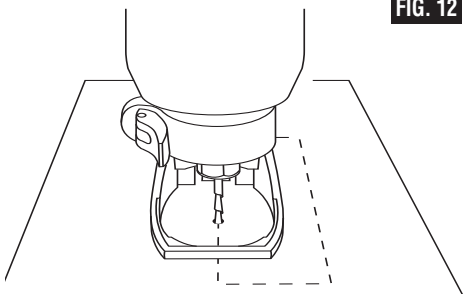

FIG. 12
Étape 4 : Redresser doucement l'outil pour amorcer la coupe (Fig. 12). Le guide de coupe doit se trouver à ras avec la surface du matériau. Pour tous les matériaux (SAUF pour tailler dans de la plaque de plâtre autour d'une boîte de raccordement), diriger l'outil dans le sens des aiguilles d'une horloge en exerçant une pression lente et uniforme.